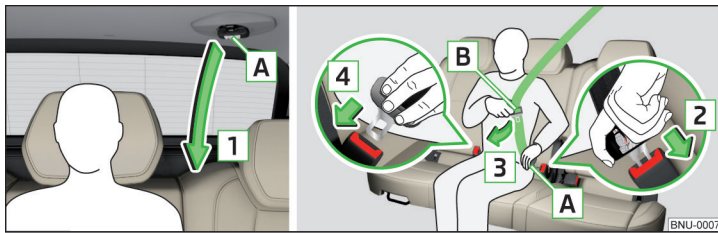

Fig. 20 Aplicarea/desfacerea centurii de siguranță de pe scaunul VarioFlex din mijloc
- › Trageți ușor în jos clema de fixare [A] » fig. 20 a centurii în sensul săgeții [1].
- › Prindeți clema de fixare [A] » fig. 20 și presați tasta roșie din catarama centurii; clema de fixare va sări afară.